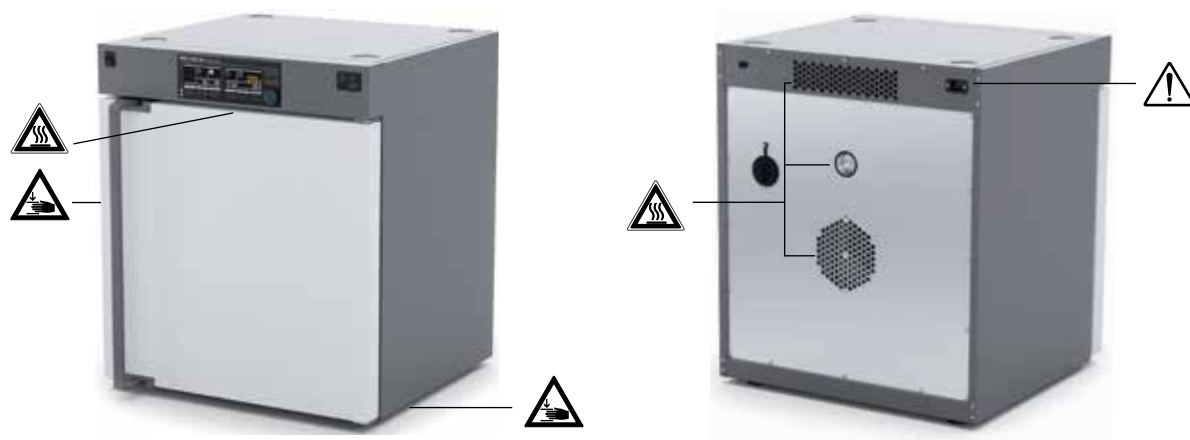

Fig. 2
**Preste atención a los puntos de peligro que se muestran en la Fig. 2.**